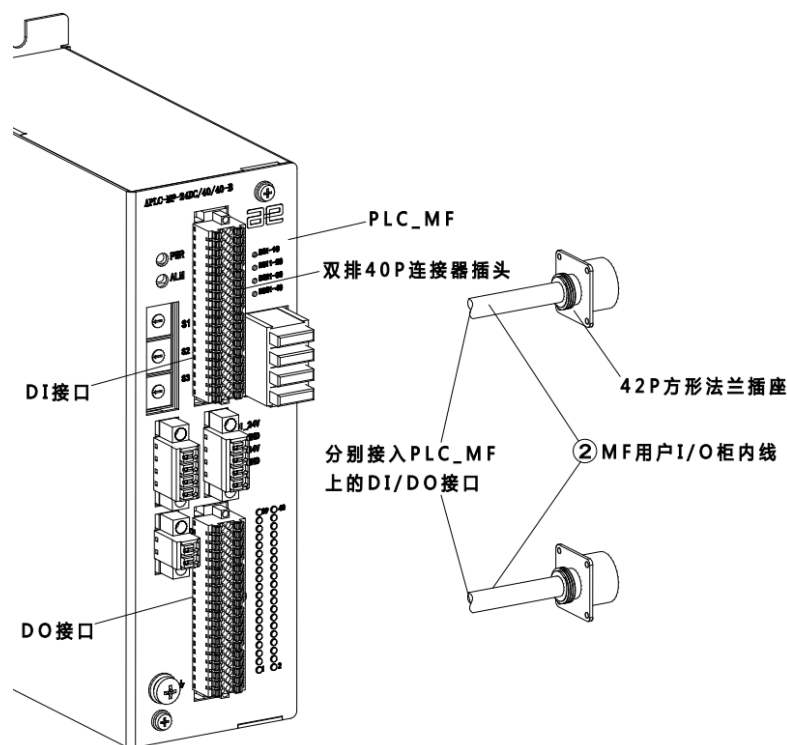

图 19-13 连接 PLC\_MF 上的 DI/DO 接口
步骤3. 将②MF 用户 I/O 柜内线的另一端插在 PLC\_MF 上的 DI/D0 接口上，参考图 19-13。